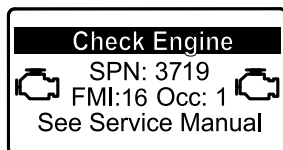

Figura 39
- Si es necesario realizar la regeneración con la máquina aparcada, el InfoCenter muestra la advertencia del motor SPN 3719, FMI 16 (Figura 39) y el ordenador del motor reduce la potencia del motor al 85 %.